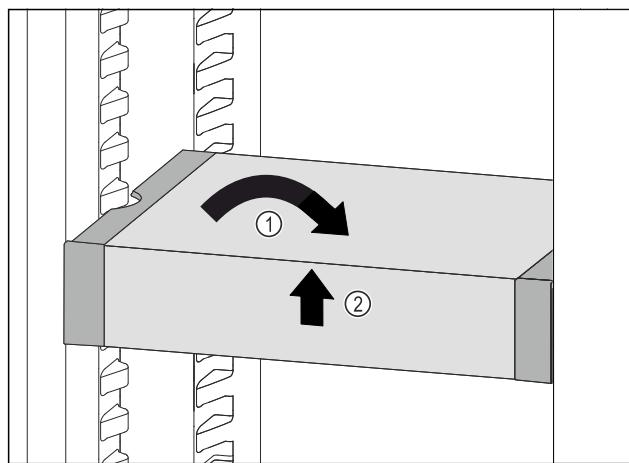

Fig. 55
- Poziționați drept VarioSafe. Fig. 55 (1)
- Ridicați în față VarioSafe. Fig. 55 (2)